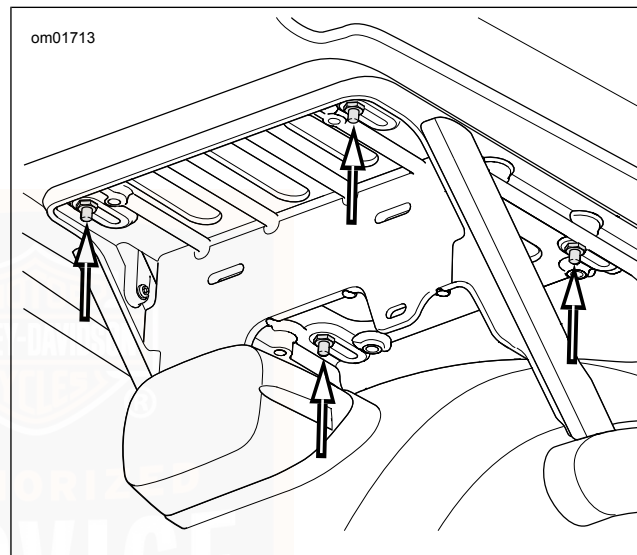

Abbildung 60. Einstellen der Tour-Pak-Position
1. Siehe Abbildung 60. Die vier Muttern lösen, mit denen der Tour-Pak am Träger befestigt ist.